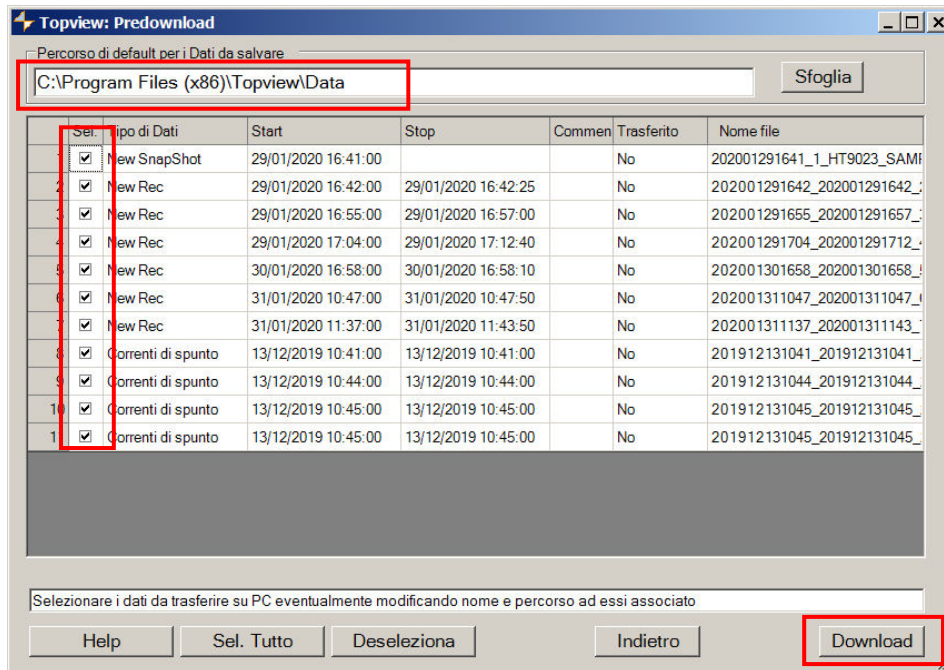

Fig. 17: Selezione prove per download dati
7. Cliccare sul tasto “**Avanti**” per aprire la finestra di download (vedere Fig. 17). Spuntare le misure che si desidera scaricare, scegliere il percorso in cui si intende salvarle e cliccare sul tasto “**Download**” per avviare il trasferimento